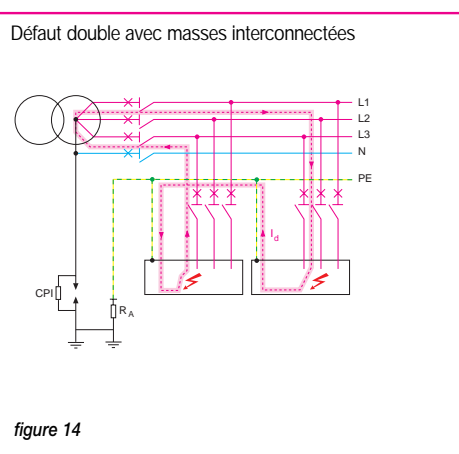

figure 14
- cas de masses interconnectées (figure 14)